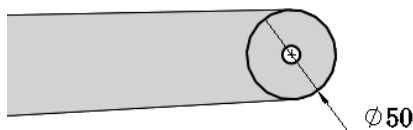

图 10-20 绘制草图
**03** 绘制草图 6。在视图中用鼠标选择图 10-19 所示的面 1 作为绘制图形的基准面。单击“草图”控制面板中的“转换实体引用”按钮和“圆”按钮，绘制图 10-20 所示的草图并标注。